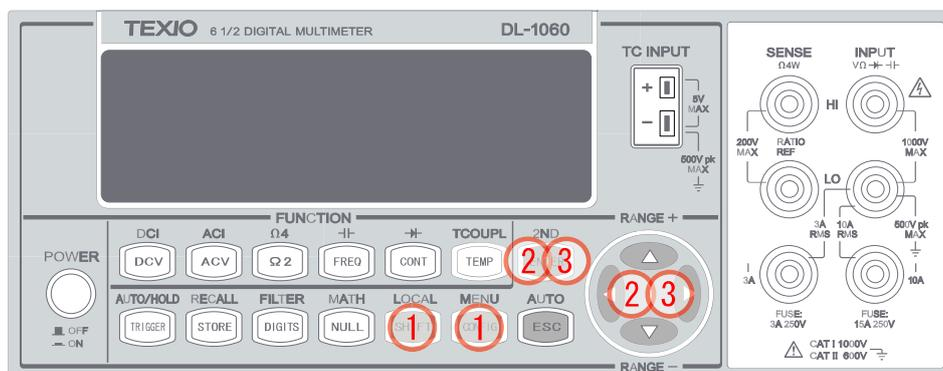

図 3-22
- ① SHIFT + CONFIG ボタンを押します。
- ②  $\leftarrow$ ・ $\rightarrow$ ・ENTER ボタンを使い、TRIG SYS > DELAY > MANUAL の順に移動し、トリガデレイ設定モードにします。
- ③ トリガデレイの値の設定は、 $\Delta$ ・ $\nabla$  ボタンを使い希望の数値に、 $\leftarrow$ ・ $\rightarrow$  ボタンで桁を移動します。ENTER ボタンを押して値を決定します。(トリガデレイは0から3600秒の間で設定が可能です)
- 使用するボタンを図 3-22 に示します。